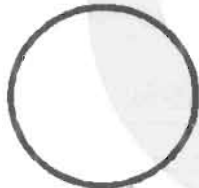

图 9-90
(1) 执行“绘图>圆环”菜单命令, 绘制一个内径为 8mm、外径为 8.5mm 的圆环, 如图 9-90 所示, 命令执行过程如下。